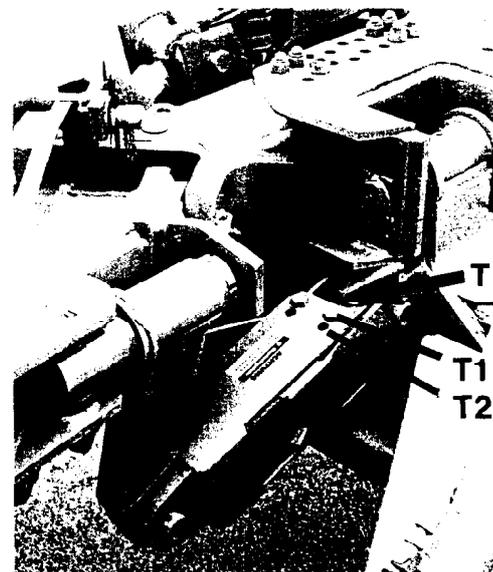

Fig. 17
Verstellbare Federbelastung für gute Boden Anpassung und festen Sitz des Pflughinter- teils: hält der Pflug "hinten" nicht seine Tiefe, kann die Vorspannung erhöht werden; dazu Pflug leicht anheben. Mutter T (Fig. 17) entsichern und das "Feder- paket" soweit vorspannen, um Schrauben T1 zu lösen. Danach das "Paket" weiter vor- spannen, um die Schrauben in Bohrungen T2 zu befestigen. Mutter (T) wieder zurück- drehen und sichern.